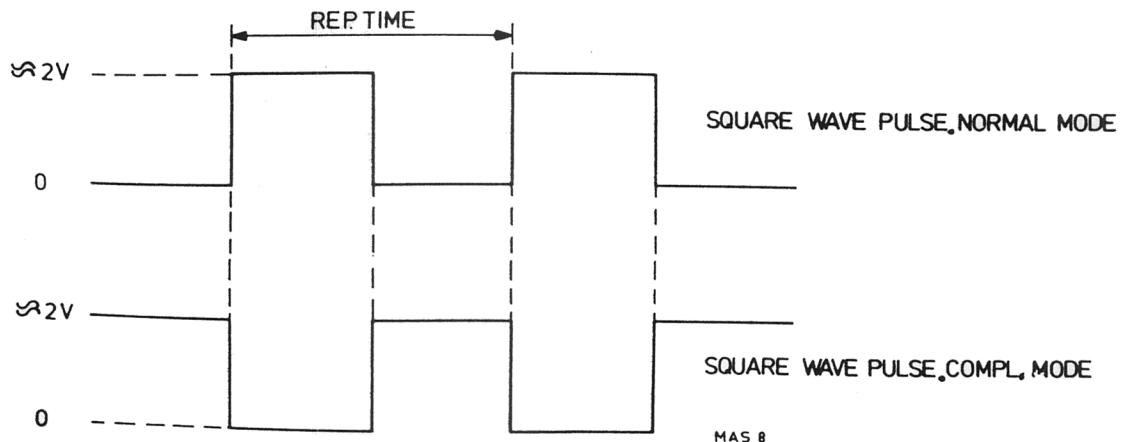

Abb. VI-12. Rechteckimpulse, PM 5704
- Es können nun ein normaler TTL-Impuls und der dazugehörige Komplementärimpuls nach Abb. VI-12 beobachtet werden.